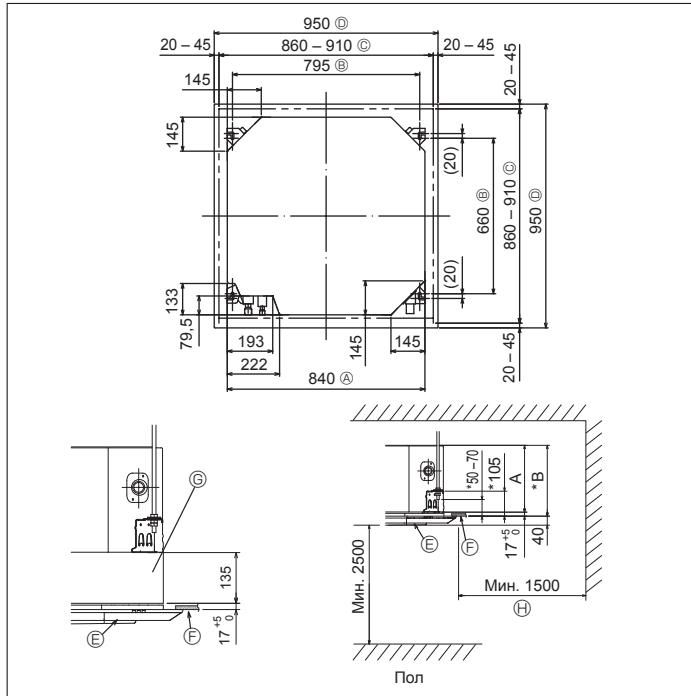

Fig. 3-2
3.2. Расположение отверстия в потолке и навесных болтов (Fig. 3-2)
* Размер потолочного отверстия можно регулировать в пределах, указанных на Fig. 3-2, таким образом, чтобы отцентровать главный прибор в потолочном отверстии, обеспечив одинаковые зазоры по всем соответствующим противоположным сторонам.